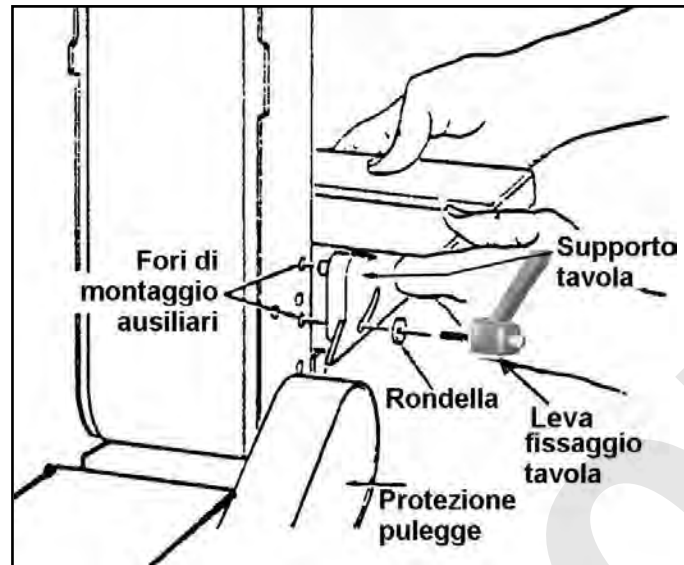

Figura 24 – Montaggio della tavola di lavoro.
6. Montare la tavola di lavoro sul nastro in verticale, inserendo il perno (D) e la leva (E) nei fori ausiliari presenti sul fianco del telaio porta-nastro, come mostrato in figura 24.